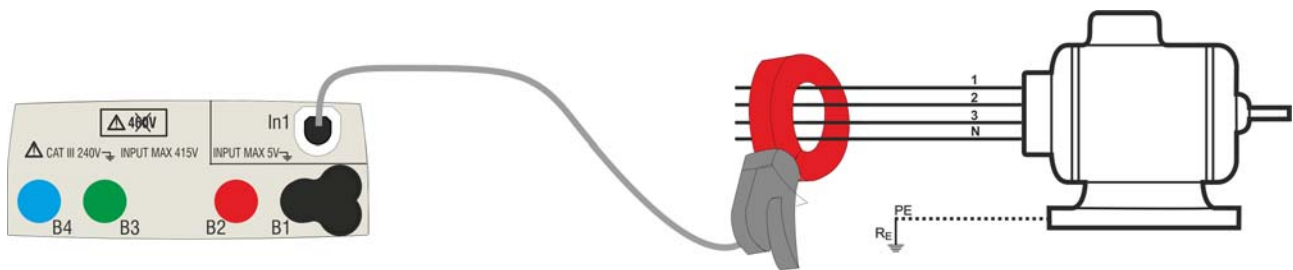

Fig. 24: Misurazione indiretta della corrente di dispersione in impianti trifase
4. Per misure indirette della corrente di dispersione collegare la pinza esterna in accordo alla Fig. 24 . Per misure dirette della corrente di dispersione collegare la pinza in accordo alla Fig. 25 e scollegare le eventuali connessioni aggiuntive di terra che potrebbero influenzare i risultati della prova